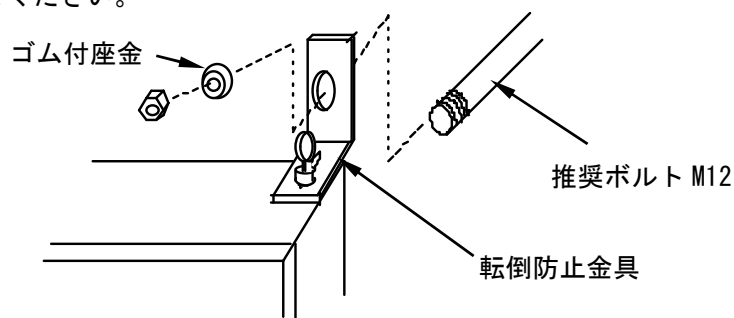

図2 転倒防止金具の施工
- (1) 直結給水ブースタポンプは、屋外設置・屋内設置兼用型です。ただし、屋外設置の場合は機器の寿命を考慮し、風雨や直射日光の当たらない場所をお選びください。
- (2) なるべく風通しが良く、ほこり及び湿気の少ないところを選んでください。周囲温度は40°C以下です。
- (3) 直結給水ブースタポンプは、保守点検が容易にできる場所をお選びください。
- (4) 関係者以外の人が近付かないよう、囲いを設けるなどの対策を施してください。
- (5) 直結給水ブースタポンプは、基礎の上に、強固に取り付けてください。不安定な取り付けは、故障の原因となります。また、転倒防止対策として附属の転倒防止金具をご使用になる場合は、図2のように施工してください。